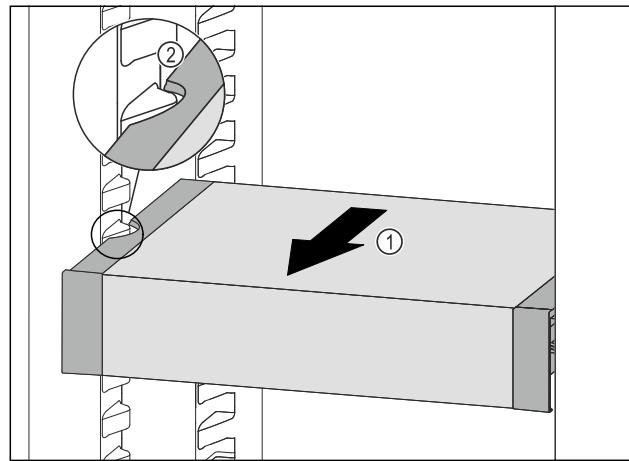

Fig. 96
- Вытягивайте VarioSafe вперед Fig. 96 (1), пока боковые выемки VarioSafe не окажутся на высоте выступа резервуара в холодильном отделении. Fig. 96 (2)